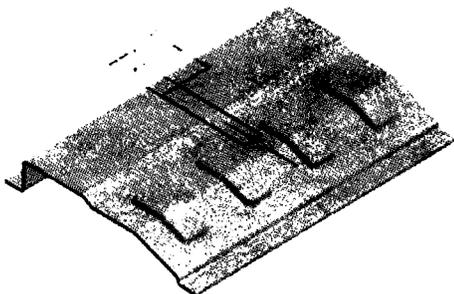

Рис. 10.16. Проецирование развертки позволяет наносить размеры относительно согнутых участков
17. Добавьте размер **15 мм** между концом прямоугольника и концом спроецированной грани между выскочками, как показано на рис. 10.16.